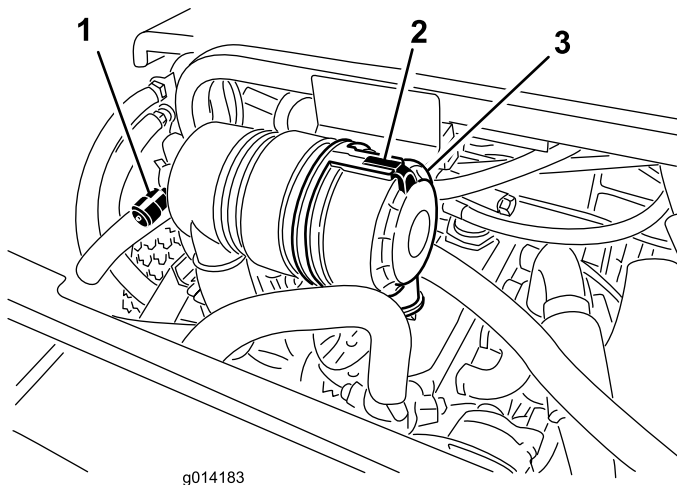

Figura 35
Faça a manutenção ao filtro de ar apenas quando o indicador de manutenção (Figura 35) o exigir. Mudar o filtro de ar antes de ser necessário apenas aumenta a possibilidade de entrar sujeidade no motor quando se retira o filtro.
1. Liberte o trinco que fixa a cobertura do filtro de ar ao respectivo corpo (Figura 35).